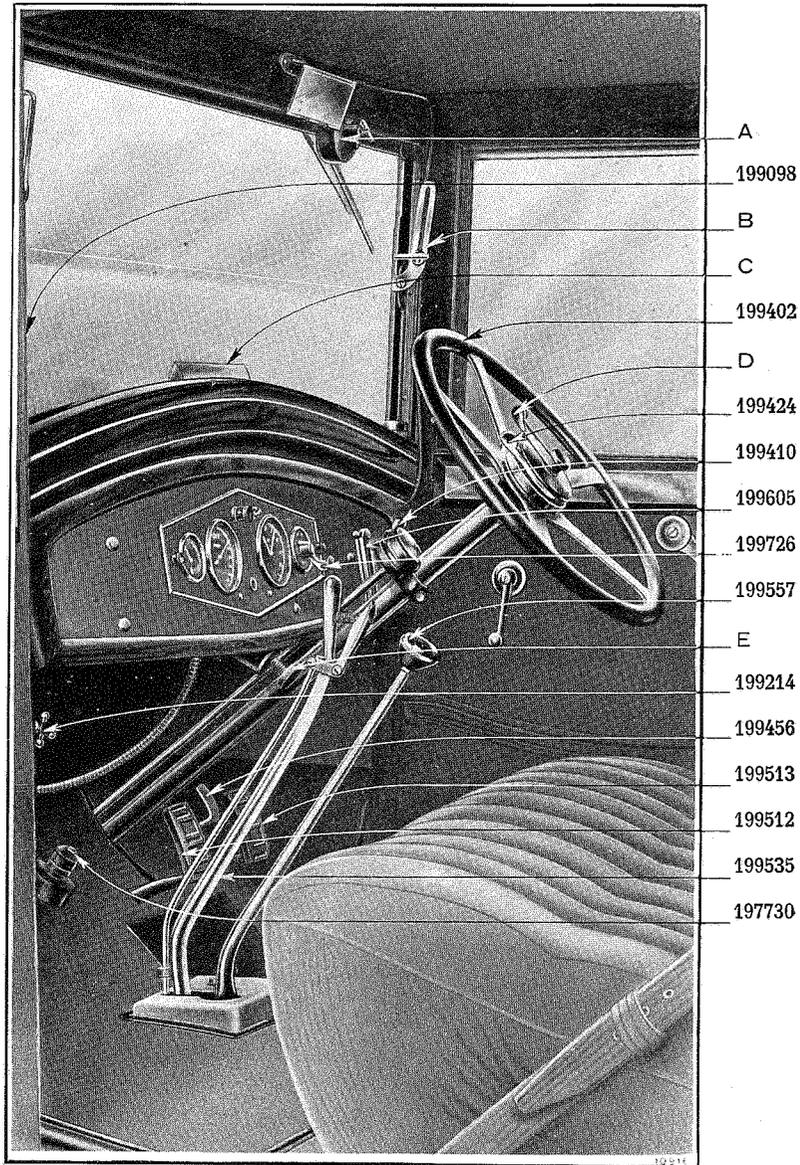

Fig. 1. Vue des commandes.
Lorsque la clé est retirée, le circuit d'allumage du moteur est interrompu. Un fusible protège le circuit des phares, lanternes et feu arrière. Ce fusible est logé dans le bouchon moleté (7) ; pour le changer, dévissez ce bouchon et sortez le fusible détérioré (fig. 1).